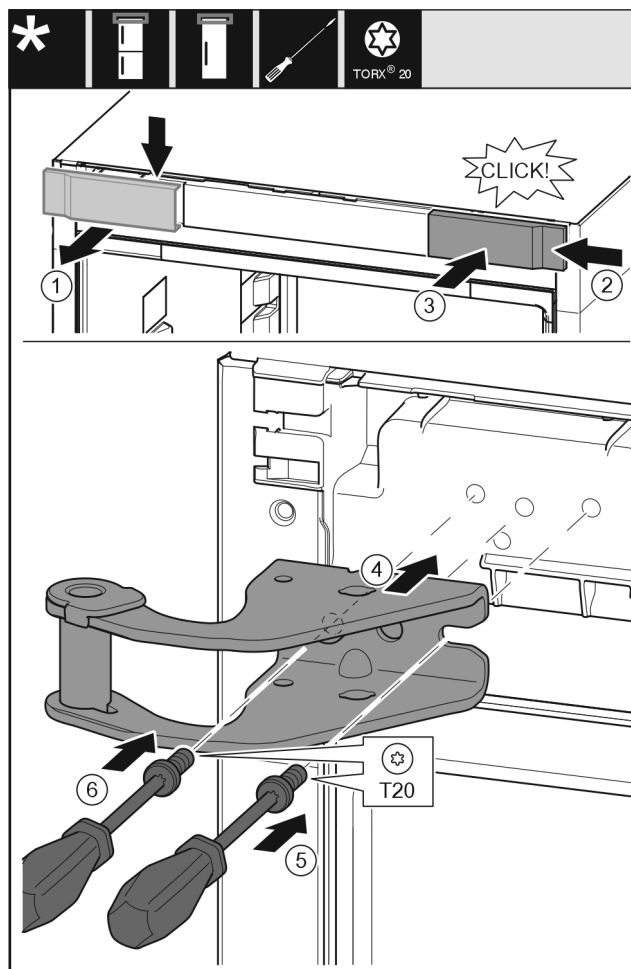

Fig. 14
- Retirer le cache Fig. 14 (1) depuis le haut vers l'avant.
- Accrocher le cache Fig. 14 (2) tourné de 180° de l'autre côté depuis le côté droit.
- Enclencher le cache Fig. 14 (3).
- Poser le support de palier supérieur Fig. 14 (4).
- Poser la vis Fig. 14 (5) avec un tournevis et la serrer.
- Poser la vis Fig. 14 (6) avec un tournevis et la serrer.